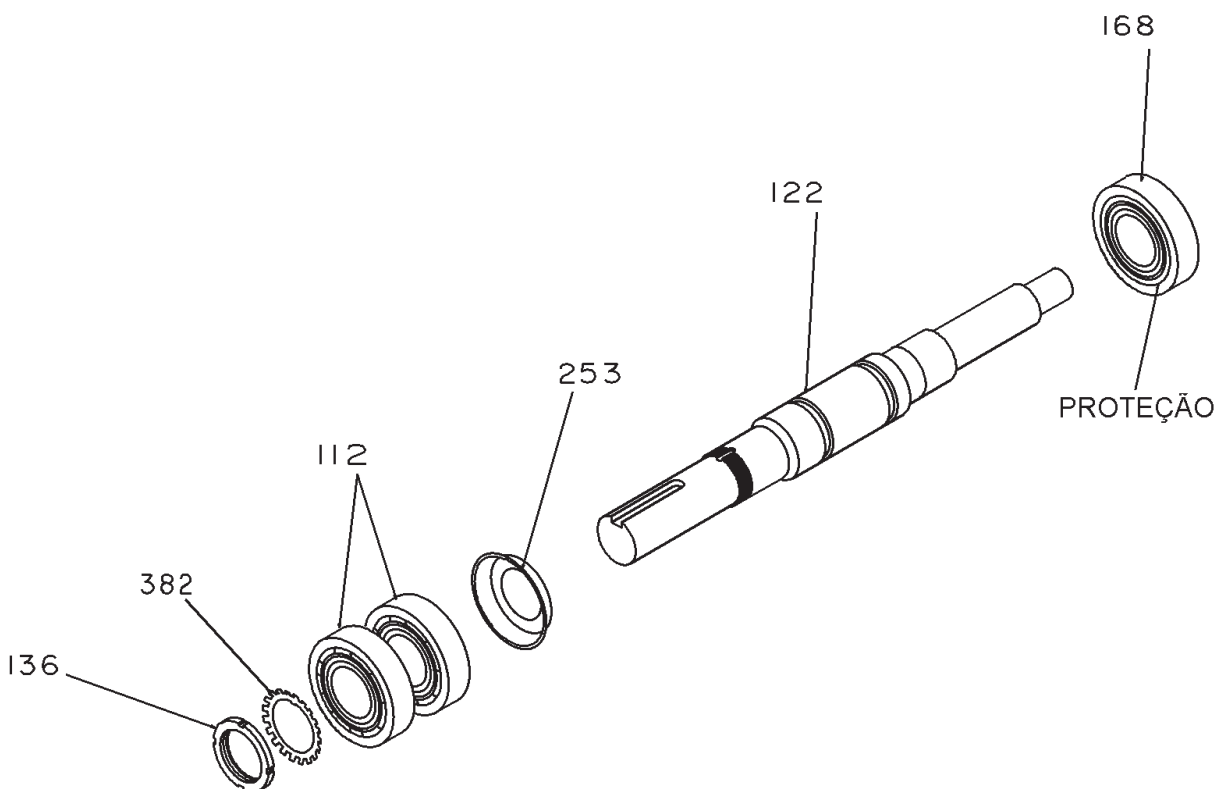

Fig. 38
1. Instale o mancal (interno) radial (168) no eixo (122) com o respectivo ombro voltado para a proteção (Fig. 38).